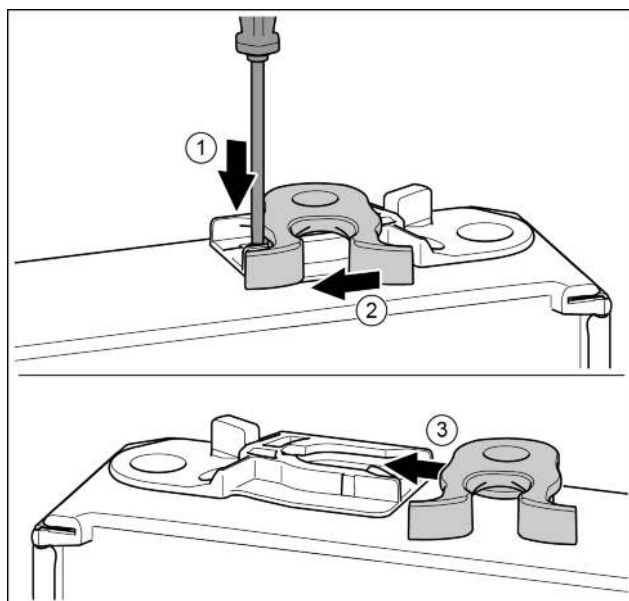

Fig. 18
- Нажать накладку шлицевой отверткой вниз. Fig. 18 (1)
- Запорный крючок вывести из направляющей. Fig. 18 (2)
- Запорный крючок вставить в направляющую с другой стороны. Fig. 18 (3)